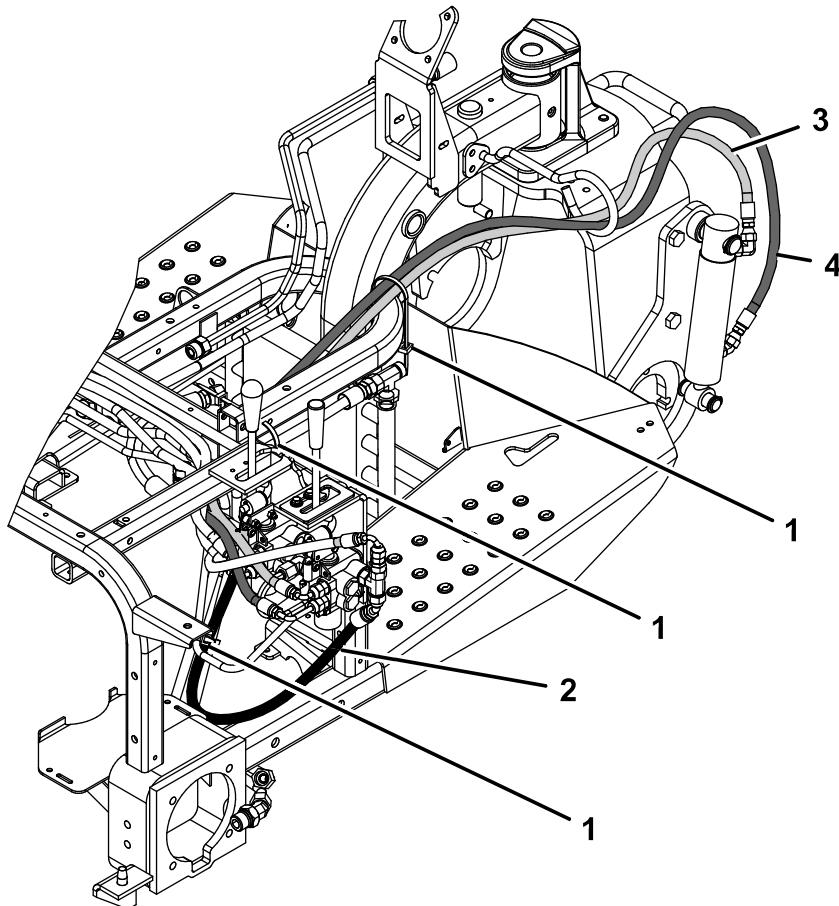

图 24
2. 将液压软管零件号 108-844945° 端的 T 形接头连接到阀门右侧 T 形接头的开口侧并将软管的直端连接到空出的油冷却器接头图 22。请参阅图 23 和图 24 了解软管布线。
4. 将液压软管零件号 108-8453 的短 90° 接头端连接到阀门后部的顶部直通接头上。将软管穿过线束软管支架并将软管的直端连接至顶部液压油缸接头图 22。请参阅图 23 和图 24 了解软管布线。
5. 将液压软管零件号 108-8454 的长 90° 接头端连接到阀门后部的底部直通接头上。将软管穿过线束软管支架并将软管的直端连接至底部液压油缸接头图 22。请参阅图 23 和图 24 了解软管布线。
8. 使用扎带将软管固定到如图 23 和图 24 所示的机器上的位置。